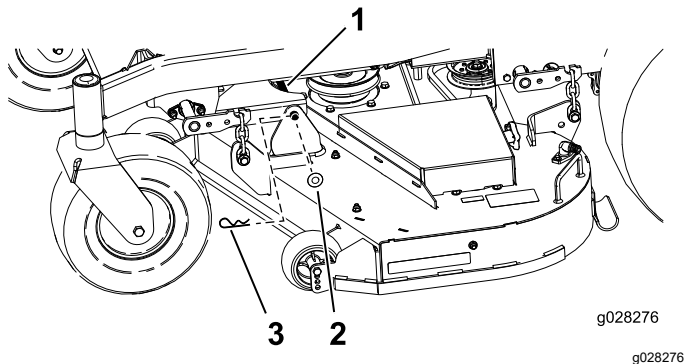

Figure 64
- Retirez la goupille fendue et la rondelle qui fixent la barre de liaison au cadre et au tablier, et enlevez la barre de liaison (Figure 64).
- Fixez la barre de liaison avec les goupilles fendues et les rondelles retirées précédemment (Figure 64).